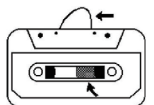

Fig. 1
- Revise que no haya capas de cinta sueltas visibles a través de la ventana central del casete (ver Fig. 1). Elimine las capas sueltas de cinta utilizando un lápiz o bolígrafo cuyo cilindro sea hexagonal, antes de insertar el casete (ver Fig. 2).